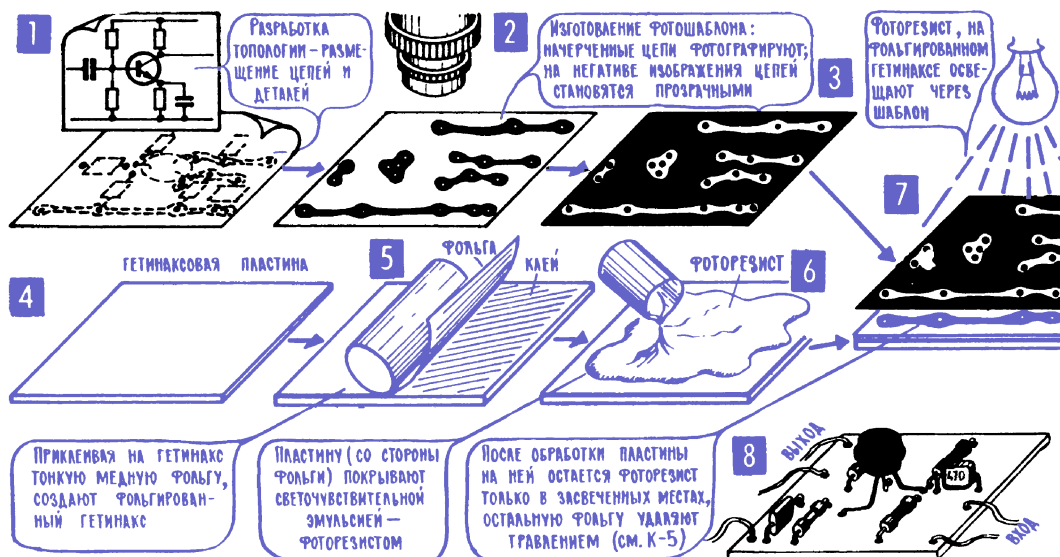

Рис. 18.1. Изготовление печатных плат
Примечание редактора. Отмеченный на рис. 18.1 в качестве основы печатных плат гетинакс (прессованная с синтетической смолой бумага) в настоящее время в электронике применяется очень редко, только в самых дешевых изделиях. Его достоинство в сравнении с распространенным стеклотекстолитом (эпоксидный состав с наполнителем из стекловолокна) состоит в том, что отверстия в таком материале можно пробивать, а не сверлить. Сверление стеклотекстолита – тонкая операция, требующая специальных твердосплавных инструментов. Зато стеклотекстолит прочнее на изгиб, чем хрупкий гетинакс, имеет лучшие диэлектрические свойства, а тонкий слой медной фольги на нем держится прочнее.
2. Интегральные микросхемы – революция в электронике. Первые интегральные схемы появились в 1958 году, но нельзя, конечно, считать, что микросхемы были созданы в один день – технология подошла к ним через многие другие свои достижения. В частности, через печатный монтаж – изготовление соединительных проводов методом фотолитографии (рис. 18.1). Через методы вакуумного напыления различных покрытий, например веществ с высоким удельным сопротивлением для создания резисторов (гл. 4; 5). И конечно же, самое важное достижение, приблизившее электронику к интегральным схемам, – это создание в 1948 году транзисторов. Во-первых, появились действительно микроскопические усилительные приборы: сам транзистор, без корпуса, – это кристаллик размером с песчинку; электронную лампу таких размеров невозможно себе представить. Но транзистор-песчинка – это далеко не предел, современные технологии позволяют делать транзисторы в тысячи раз меньших размеров. Более того – ученые и технологи научились создавать в полупроводниковом кристалле и другие элементы очень малых размеров. Так, например, *p-n*-переход, если подать на него обратное постоянное напряжение (свободные заряды оттянуты от границы, между зонами *p* и *n* появился слой без свободных зарядов; гл. 9; 10), выполняет роль конденсатора. А вводя в полупроводник донорные или акцепторные примеси и дозируя их опре-
чатная форма создается на поверхности камня. Фотолитография (от греческого «фотос» – «свет») основана на использовании светочувствительного материала – фоторезиста (рис. 18.1; 6, 7). Им покрывают кремниевую пластину, на которой будет создаваться микросхема, и освещают эту пластину через фотошаблон, через узор на фотопленке⁶, состоящий из прозрачных и черных участков. На фоторезисте в освещенных его участках появляется скрытое изображение, примерно такое же, как на фотопленке или фотобумаге. А затем следует процесс, напоминающий проявление: экспонированную (освещенную) пластинку кремния погружают в раствор, который удаляет фоторезист с освещенных участков, – в слое фоторезиста, в тех его местах, куда фотошаблон пропускал свет, образуются окна, открывается доступ к кремнию. Теперь в эти окна можно ввести примеси и начать формирование транзисторов и других элементов микросхемы. Введение примеси чаще всего осуществляют за счет диффузии – кремниевую пластину помещают в вакуумную камеру, создают в этой камере пары нужной примеси, и эти пары на некоторую небольшую глубину проникают в пластину, но, разумеется, только в те ее участки, где в фоторезисте открыты окна. Несколько раз повторяя этот процесс с разными фотошаблонами и разными примесями, формируют в кремниевой пластине участки с разными физическими свойствами, и именно таким образом появляются все элементы микросхемы.